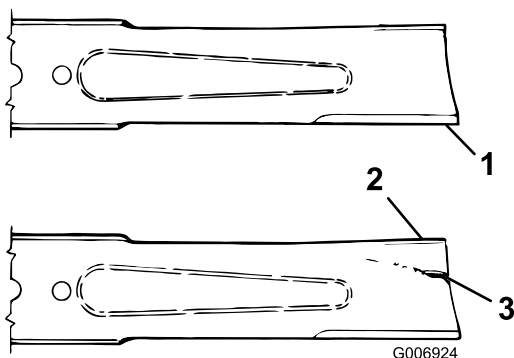

Figure 28
2. Examinez le tranchant des lames (Figure 28). Si elles ne sont pas tranchantes ou si présentent des indentations, déposez et affûtez les lames ; voir Aiguisage des lames.
3. Inspectez les lames, surtout la partie relevée (Figure 28). Remplacez immédiatement toute lame endommagée, usée ou qui présente une entaille (Figure 28).